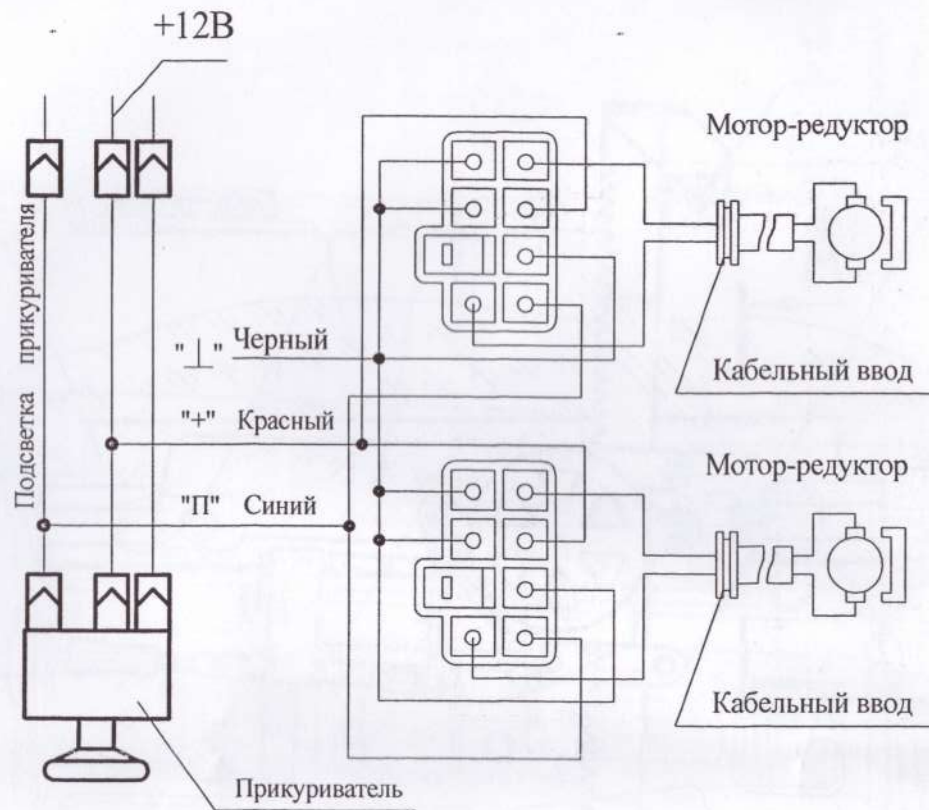

Рис.3
6.7 Протянуть кабели до соответствующих ЭСП через отверстия дверей и отверстия в стойках. Выполнить соединения в соответствии со схемой подключения ЭСП (см. рис.3).